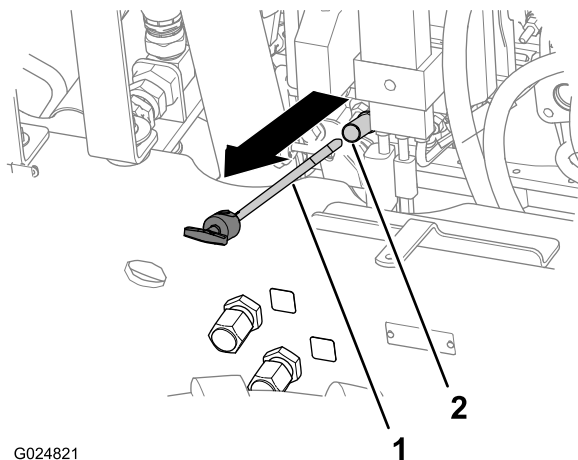

Bild 24
- Nehmen Sie den Peilstab heraus und wischen Sie ihn mit einem sauberen Lappen ab (Bild 24).
- Stecken Sie den Peilstab ganz in das Peilstabrohr und ziehen ihn dann heraus (Bild 24).